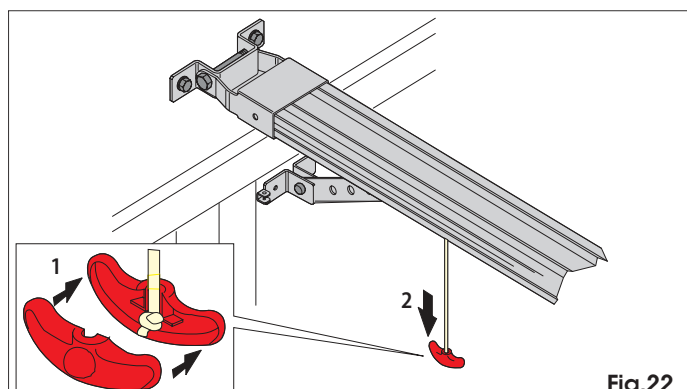

Fig. 22
- 2) Zawiązać węzeł na końcu liny i zamontować uchwyt odblokowania (Rys. 22).
- 3) Pociągnąć uchwyt odblokowania w dół i sprawdzić, czy możliwe jest ręczne przesuwanie drzwi (Rys. 22).